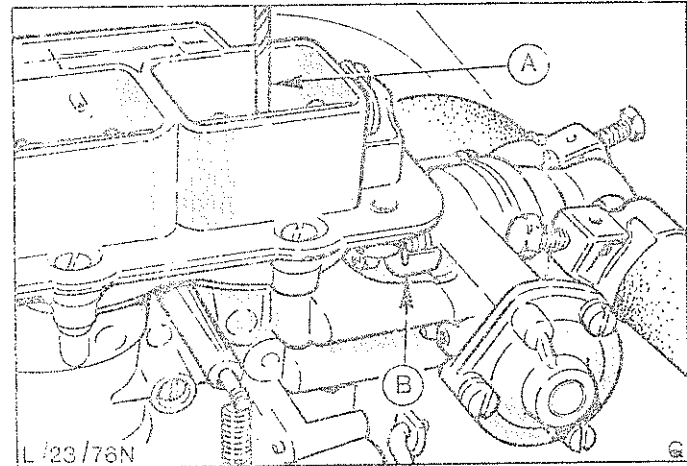

Abb.41 Spaltmaßeinstellung in der Zwischenstufe
7. Zur Korrektur Anschlagung am Zwischenhebel verbiegen, Abb.41.